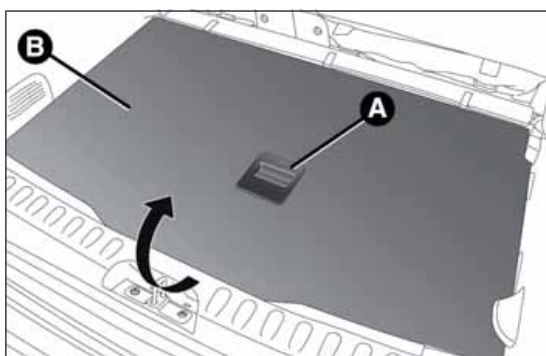

Abb. 93
- Den Griff A Abb. 93 fassen und die Ebene B nach oben heben, und mit einer Hand festhalten;
- Den Griff A Abb. 93 fassen und die Ebene B entfernen;